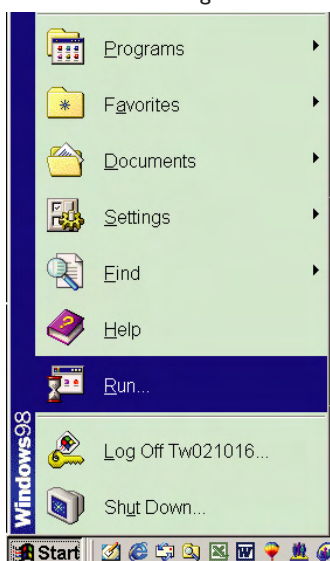

Fig. 4
2. Clique no ícone **Start**, escolha Run no menu do Windows 95/98 como mostrado na fig. 4.